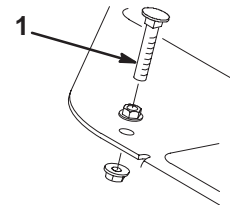

Figure 42
1. Enfoncez la pédale de déplacement. Si la pédale touche la butée (Fig. 42) avant que la tension soit ressentie sur le câble, un réglage est requis.
- A. Desserrez les contre-écrous à collerette qui fixent la butée de pédale au plancher (Fig. 42).